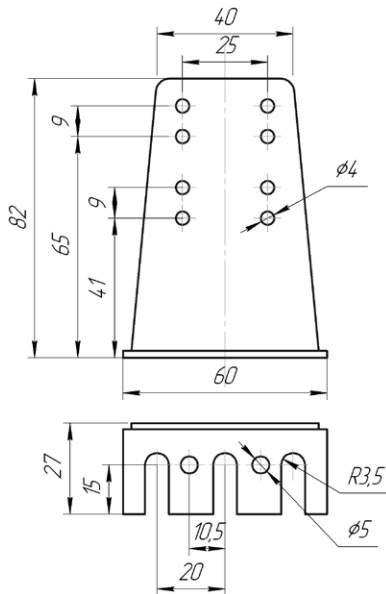

Рис. 5. Кронштейн
- Присоединение прибора к трубопроводу можно осуществлять как напрямую (резьба штуцера G 1/4), так и с помощью импульсной трубки (в этом случае рекомендуется использовать входящий в комплект поставки кронштейн для настенного крепления, рис. 5).